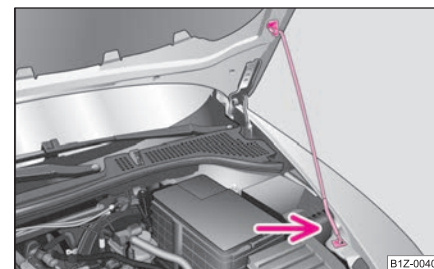

Fig. 196 Asigurarea capotei motorului cu tija de susținere
- Ridicați tija din suport și introduceți-o în orificiul prevăzut pentru aceasta ⇒ pagina 207, fig. 196.